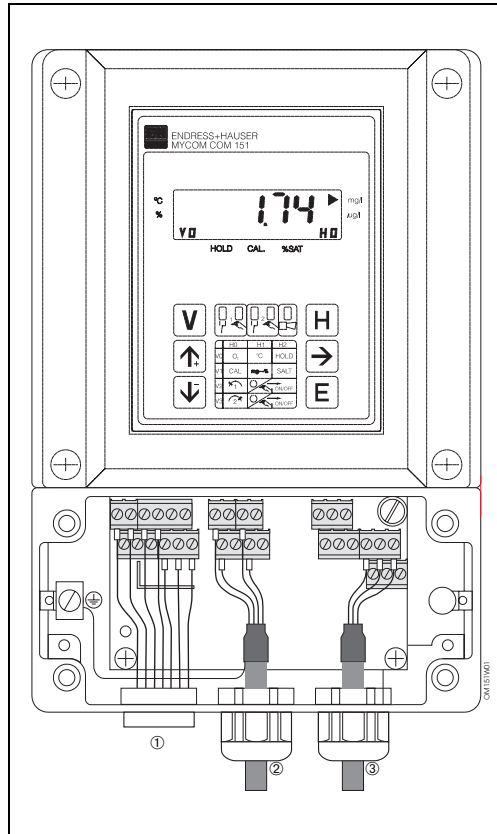

Bild 4.10: Mycom COM 151 mit Geräteanschlüssen im separaten Klemmenanschlußraum
Der elektrische Anschluß erfolgt für die Netz- und Signalleitungen an der Anschlußeiste im separaten Klemmenanschlußraum (Bild 4.10). Für den O₂-Sensor ist ein Steckeranschluß vorhanden.
- Anschlußleitungen durch die Pg-Verschraubungen einführen (siehe Bild 4.10).